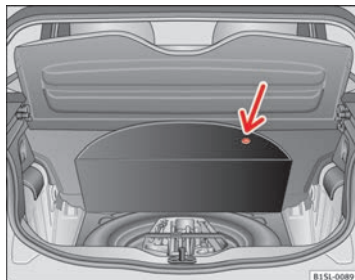

Fig. 131 No porta-bagagens: Revestimento do piso levantado.
As ferramentas de bordo, o pneu suplente, a roda de emergência e o kit antifuros encontram-se no porta-bagagens, debaixo do revestimento do piso ⇒ Fig. 131.
- Levante o revestimento do piso pelas extremidades (seta) ⇒ Fig. 131.